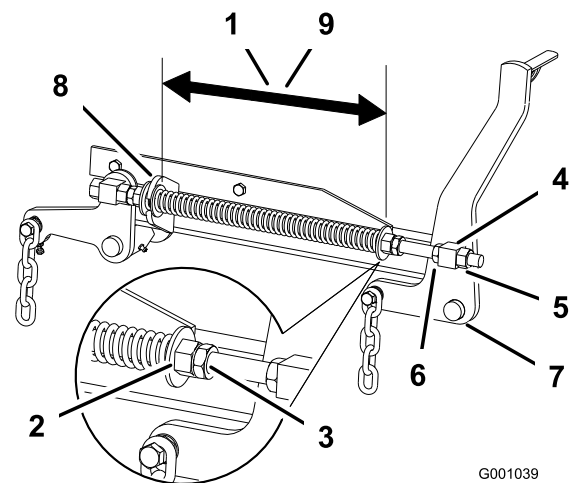

Figura 74
2. Compruebe la distancia entre las dos arandelas grandes, que debe ser de 28,2 cm para plataformas de cortacésped de 132 cm, o 26,7 cm para plataformas de cortacésped de 152 cm (Figura 74).
3. Ajuste esta distancia aflojando la contratuerca elástica y girando la tuerca que está delante de cada muelle (Figura 74). Gire la tuerca en el sentido de las agujas del reloj para acortar el muelle y en el sentido contrario a las agujas del reloj para alargar el muelle.
4. Fije la tuerca en la posición deseada apretando la contratuerca elástica (Figura 74).